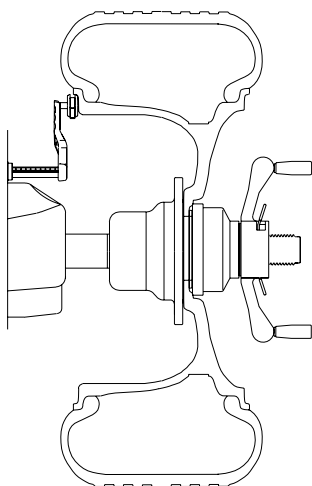

Figura 19
- Mueva el brazo de desequilibrio de la llanta hasta el borde de la misma, toque con el puntero el borde de la llanta, como se ilustra en la Figura 19 y manténgalo firme durante aproximadamente un segundo. El pitido sonará cuando se calculen e introduzcan los valores de distancia y diámetro. Vuelva a colocar el brazo en su posición totalmente retraída y abajo en la equilibradora. No deje que el brazo de medición "cuelgue" delante de la equilibradora.